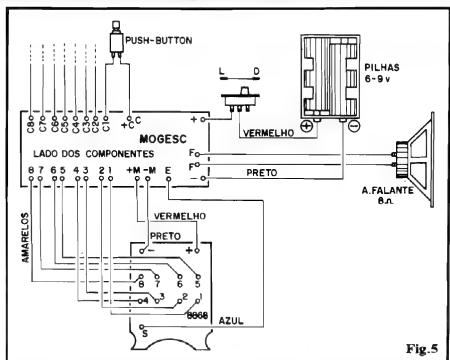

Fig.5
- **FIG. 5 - INTER-CONEXÃO DAS PLACAS/MÓDULOS E LIGAÇÕES EXTERNAS** - É aqui que "a porca torce o rabo"... Qualquer "cagadinha", por menor que seja, "danará" tudo! **ATENÇÃO**, calma e cuidado, portanto... Notar, inicialmente, que ambas as placas/módulos são vistas pelo lado **não cobreado**. **ATENÇÃO** a **todas** as codificações (cores, números, posições, códigos, etc.) dos fios, já que qualquer erro ou inversão poderá causar danos definitivos aos componentes. Para simplificar o visual, apenas um dos comandos é mostrado totalmente, com o respectivo **push-button** ligado aos pontos "+C" e "C1" da placa de apoio. Na realidade, **cada** um dos pontos, de C1 a C8, deve receber idêntica ligação (via **push-button**)